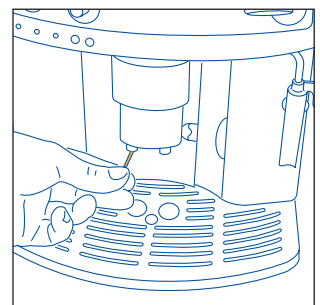

Fig.28
- Controle de vez en cuando que los orificios del erogador por donde sale el café no estén atascados. Para abrirlos rasque con una aguja el depósito de café acumulado (fig. 28).